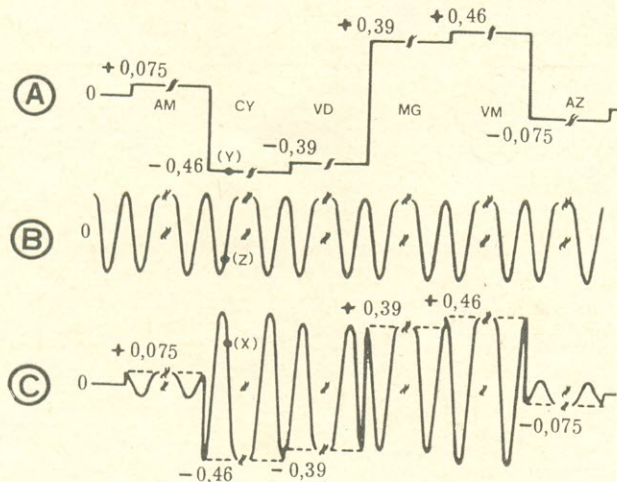

FIG. 2
Chegou a hora de ver se vocês estão "bons mesmo". Ai está a Fig. 2, que mês passado prometi apresentar. Ela ilustra a modulação da subportadora de cor pelo sinal $+E'_v$ (imagem padrão de barras coloridas, barras AM, CY, VD, MG, VM e AZ, nesta ordem). Assim:
Por exemplo, seja o ponto (X) na Fig. 2. A amplitude de $+E'_v$ (R.F.) neste ponto ($= +0,276$) é igual ao produto das amplitudes correspondentes do ponto (Y) em $+E'_v$ ($= -0,46$) e do ponto (Z) na subportadora ($= -0,6$)... é claro que $+0,276 = (-0,46) \times (-0,6)$.
3º) As subportadoras representadas em (b) da Fig. 1 e em (b) da Fig. 2 estão em quadratura, isto é, defasadas de 90° . Como sabemos (?), esta é a "regra do jogo" para formar o sinal completo de crominância E'_c .